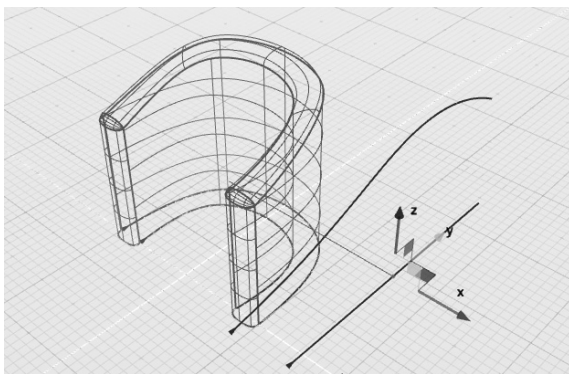

图 5-93 平移曲线至模型外
- 4) 为了观察方便, 使用“平移”工具将其移动到曲面外部, 如图 5-93 所示。